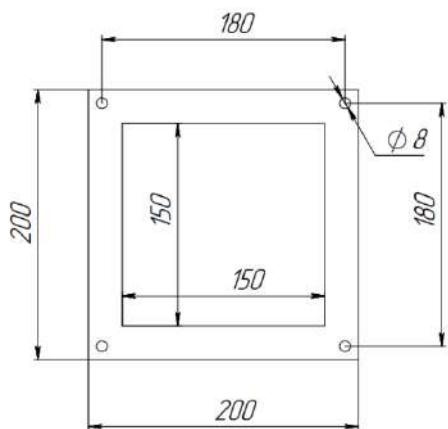

Рис. 1 Фланец
5.4 К изделию вентиляция подсоединяется через фланцы (см. рис.1) и закрепляется 4 болтами и гайками M6x20 (в комплект не входят).